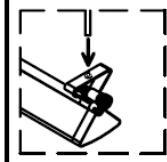

Рис. 2.2
- Закрепите оба троса другими концами в монтажных кронштейнах светильника с помощью установочных втулок (Рис.2.2). Убедитесь в надежном закреплении светильника;